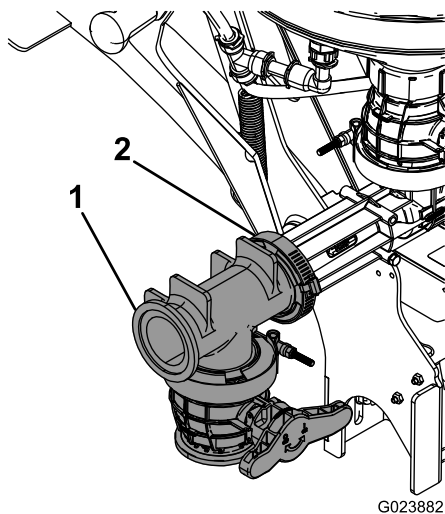

Figure 16
13. Raccordez la vanne en T au mélangeur au moyen d'un joint et d'un collier à vis sans fin (Figure 16).